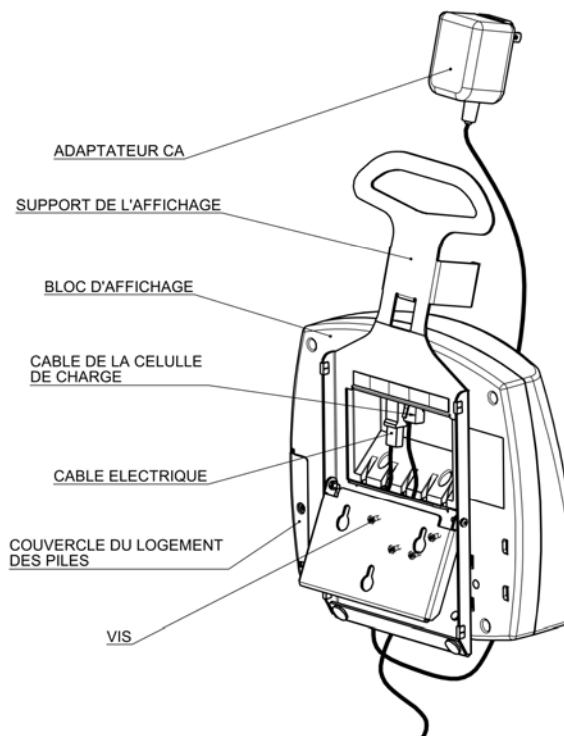

Figure 2
3. Branchez le câble des capteurs à l'affichage (Fig.2).